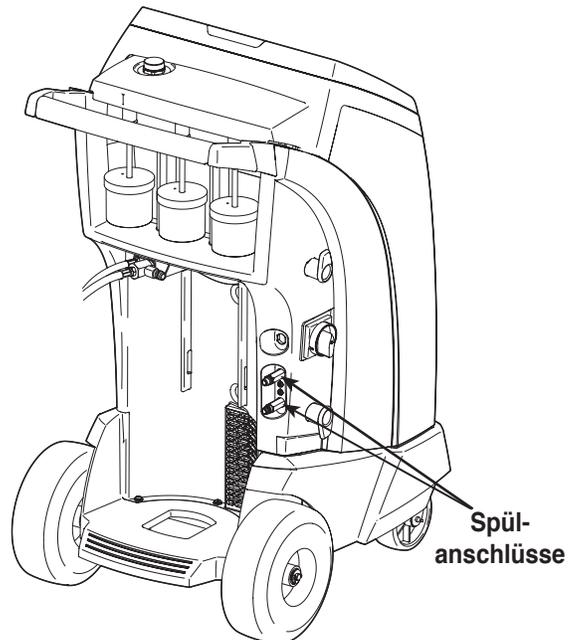

Abbildung 9
1. Die Serviceschläuche an die Spülanschlüsse des Gerätes anschließen (siehe Abbildung 9).